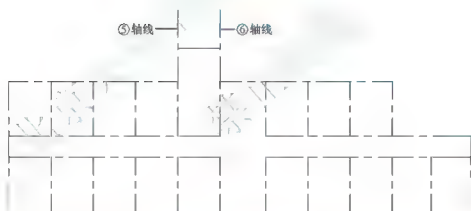

图 2.33 修剪后的图形
(1) 按 **Enter** 键重复执行 **【修剪】** 命令, 将图形修剪成图 2.33 所示的状态。